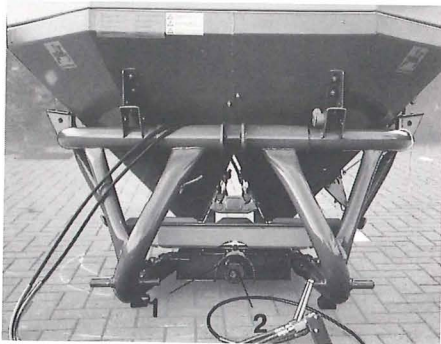

Fig. 10.12
- "Kruisstuk afscherming metaal" (fig. 10.12/1) van aandrijfkast losschroeven.
- Flens (fig.10.12/2) van ingaande as aftrekken